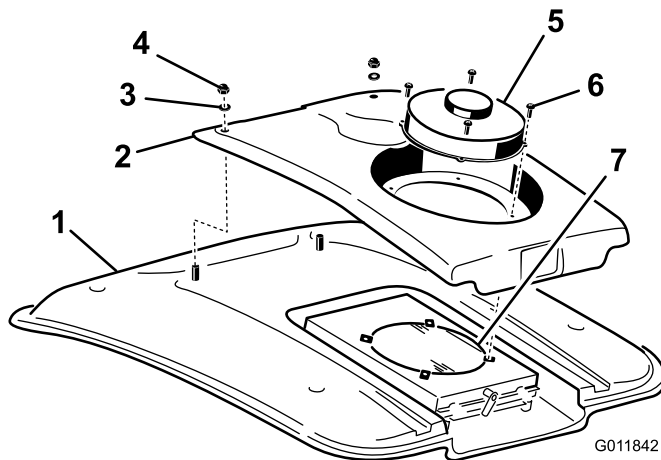

Figure 56
2. Retirez les 4 vis qui fixent le ventilateur et le couvercle du condenseur au support du ventilateur (Figure 56).
4. Retirez les deux écrous et rondelles qui fixent l'avant du couvercle du condenseur au toit de la cabine (Figure 56).
8. Nettoyez soigneusement le condenseur à l'air comprimé (Figure 56).